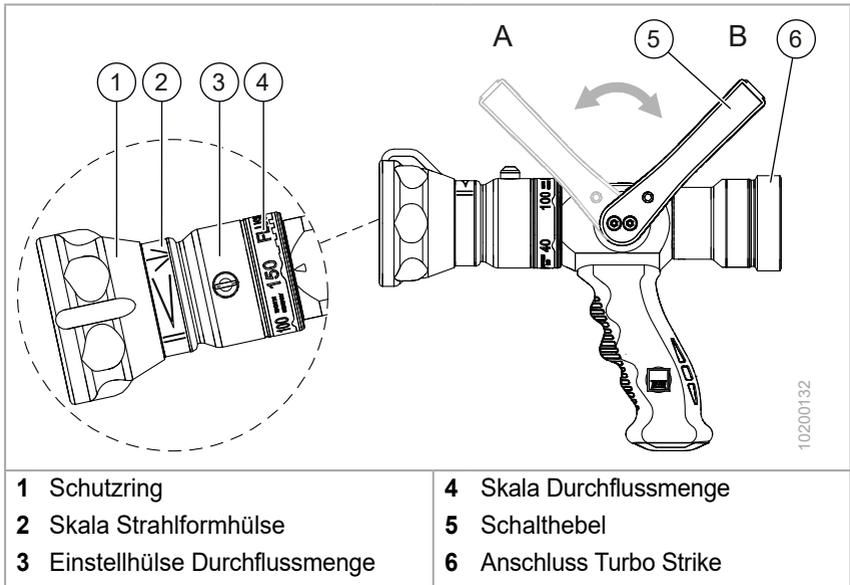

Fig. 2 Handhabung
- ✓ Der Schalthebel ist geschlossen (Fig. 2/A).
1. Den Wasserschlauch entsprechend des verwendeten Kupplungssystems an die Kupplung bzw. das Gewinde der Turbo Strike (Fig. 2/6) anschließen.
2. Die Einstellhülse (Fig. 2/3) auf die gewünschte Durchflussmenge (Fig. 2/4) einstellen.
2. Den Schalthebel (Fig. 2/5) nach hinten in Stellung OPEN (Fig. 2/B) zu sich hinziehen.
Die Löschmittelabgabe wird gestartet. Sobald der Schalthebel wieder nach vorne in die Stellung CLOSED (Fig. 2/A) gebracht wird, stoppt die Löschmittelabgabe.
1. Durch Drehen des Schutzrings (Fig. 2/1) wechseln Sie während des Einsatzes zwischen Voll- und Sprühstrahl:
1. Den Schalthebel (Fig. 2/5) nach vorne in die Stellung CLOSED (Fig. 2/A) vom Körper wegdrücken.
3. Die Einstellhülse (Fig. 2/3) in Spülstellung drehen (Einstellhülse über Maximalposition hinaus in 7-Uhr-Position drehen).
4. Disconnect the water hose to the coupling or thread of the Turbo Strike (Fig. 2/6) according to the coupling system used.